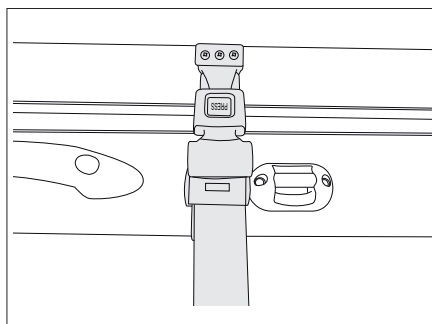

Fig. 173 Cintura di ritegno
- Allentare la cintura di ritegno (Fig. 173).
- Applicare la cintura di ritegno (Fig. 173).